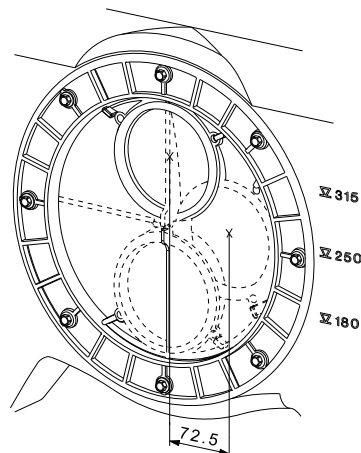
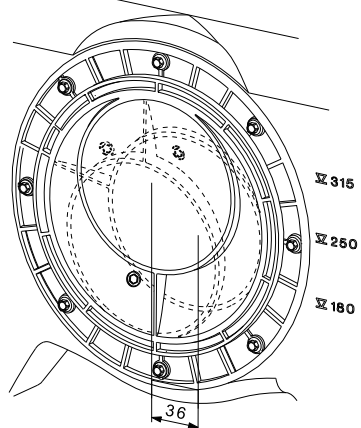

Рис. 11 Диск входного патрубка диаметром DN 100 регулируется от 180 – 315 мм над уровнем фундамента до середины входной трубы
Рис. 12 Поставляемый по запросу диск входного патрубка диаметром DN 150 регулируется от 207–279 мм над уровнем фундамента до середины входной трубы
- Подготовьте входной патрубок с регулируемой высотой на задней поверхности насосной установки Multilift M. Диаметр DN 100 диска входного патрубка позволяет устанавливать его высоту от 180 до 315 мм выше уровня фундамента. Наиболее распространенные значения высоты указаны рядом с входным отверстием: 180, 250 и 315 мм. См. рис. 11. Диск входного патрубка диаметром DN 150 поставляется в составе принадлежностей. См. рис. 12. Болты вокруг внешнего кольца диска входного патрубка закручены не полностью, что позволяет диску вращаться. Это позволит установить всасывающий патрубок на нужной высоте. После установки требуемой высоты затяните все болты. Все болты должны быть максимально затянуты (9 Нм).
Перед подключением насосной установки Multilift M обратите внимание на то, что при повороте диска входного патрубка для соответствия высоте всасывающего трубопровода, насосная установка и напорный патрубок также сдвигутся вбок (макс. 72,5 мм). См. рис. 11.